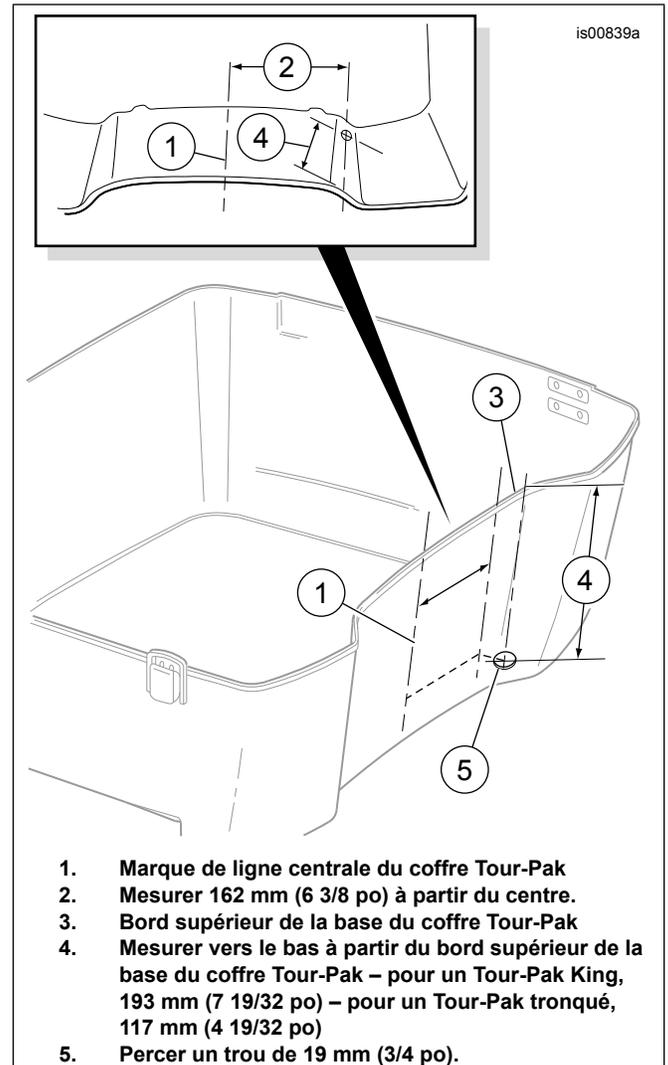

**Figure 2. Emplacement de percage de câble d'antenne AM/FM (Tour-Pak de type 1)**
- c. Voir Figure 2. Mesurer et déterminer le centre (1) de la plaque de support (2) qui recouvre le fond du coffre Tour-Pak.
- g. Placer un morceau de 51 mm (2 po) de large de ruban-cache sur le fond du coffre Tour-Pak devant la plaque de support à la distance de 190 mm (7 1/2 po) (3) de la ligne centrale, entre la plaque de support et la paroi avant.
- i. Mesurer une distance vers l'avant de 16 mm (5/8 po) à partir du bord avant de la plaque de support (4) et tracer une ligne courte qui intersecte la ligne tracée à l'étape précédente.
- l. À partir du dessous du coffre Tour-Pak, percer un trou de 19 mm (3/4 po) (5) depuis l'extérieur du Tour-Pak vers l'intérieur.